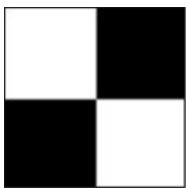

图 17-19 程序贴图□棋盘格
1) 棋盘格：将双色方格形图案应用到材质。默认的方格贴图是黑白方块的图案，样例如图 17-19 所示。组件方格可以是颜色，也可以是贴图。可以在样例预览中预览此贴图。